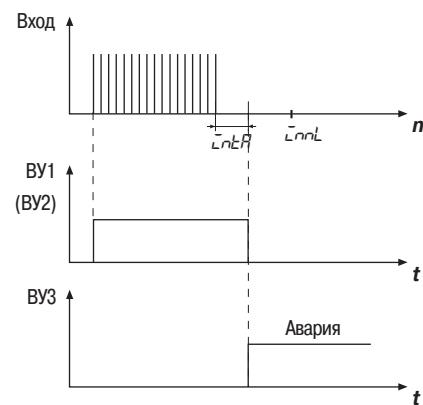

Рис. 10
- заклинивание вала электропривода произошло до достижения конечного положения – значение счетчика не достигло заданного в параметре  $\text{CnPL}$  значения, а период следования импульсов, установленный в параметре  $\text{CnPA}$ , превышен (рис.10);